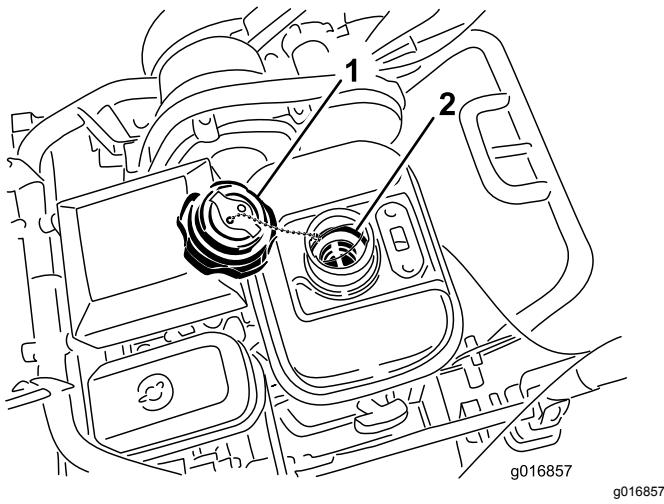

Figura 41
3. Desenrosque y retire el tapón del depósito de combustible (Figura 41).